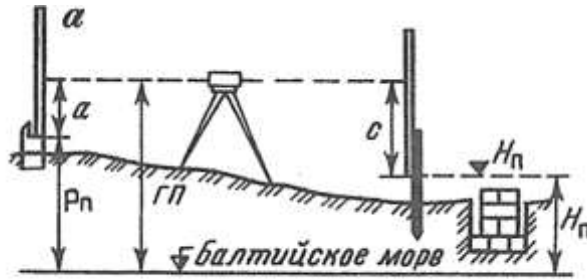

Рис. 1. Схема разбивки и контрольных высот фундамента
5. Выставьте проектную высоту верха фундамента на обноске (рис. 1), если высота репера  $P_n = 49,535$ , отсчет по рейке  $a = 0883$ , проектная высота фундамента  $H_n = 48,214$ .